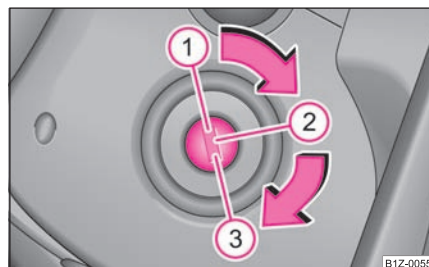

Fig. 100 Pozițiile cheii în contact ►
- Motorul se oprește prin rotirea cheii în contact în poziția ① ⇒ pagina 87, fig. 100.